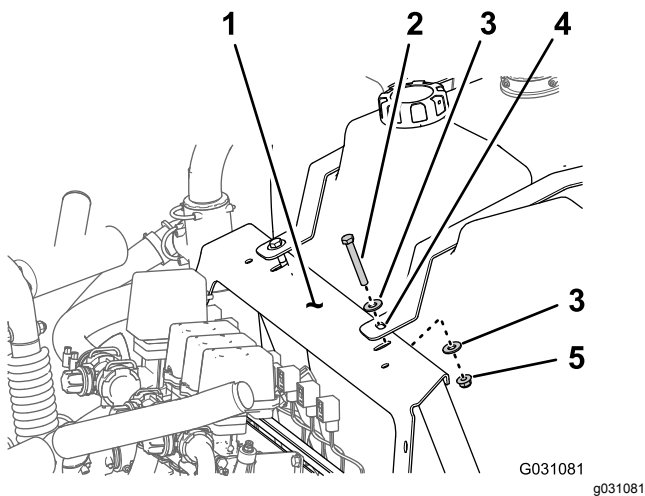

Figure 1
- C. Retirez les 2 boulons (3/8" x 2¾"), les 2 contre-écrous à embase (3/8") et les 4 rondelles (3/8") qui fixent les sangles du réservoir de rinçage au support du collecteur (*Figure 1*).